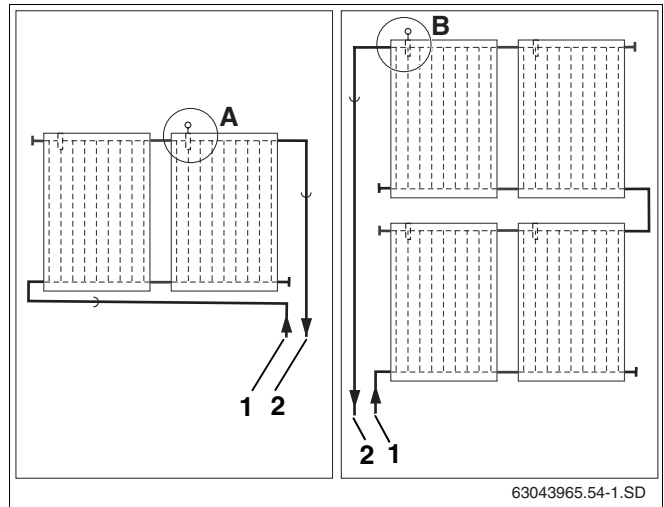

Abb. 50 Einbauort Kollektorfühler (schematische Darstellung)
Beachten Sie den Einbauort bei ein- bzw. zweireihigen Kollektorsystemen (Abb. 50).
Der Kollektorfühler muss im Kollektor mit der angeschlossenen Vorlaufleitung (Abb. 50, **Pos. 2**) montiert werden.
- Einbauort (Abb. 50, **Pos. A**) bei einreihigen Kollektorsystemen mit Vorlaufleitung rechts.
- Einbauort (Abb. 50, **Pos. B**) bei zweireihigen Kollektorsystemen mit Vorlaufleitung links.